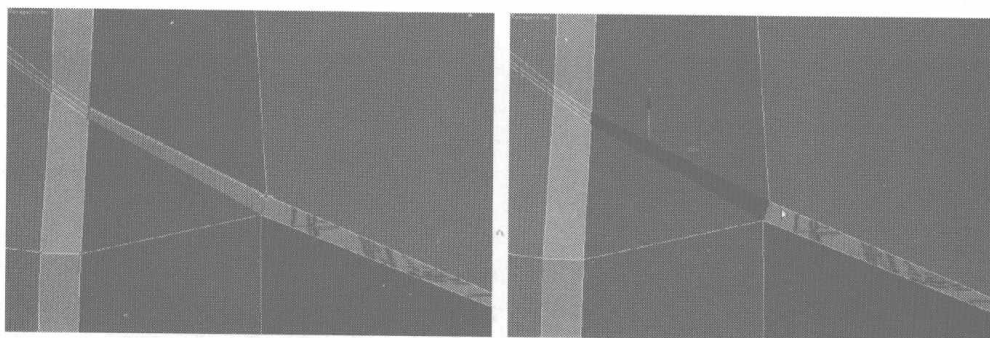

图 7.74
- 34** 进入面物体层级，单击 **Create** 按钮，从空白处的一个节点开始，沿着每个节点依次移动，然后回到初始节点，在空白处添加一个面，如图 7.74 所示。单击右键，在弹出的快捷菜单中选择 Create